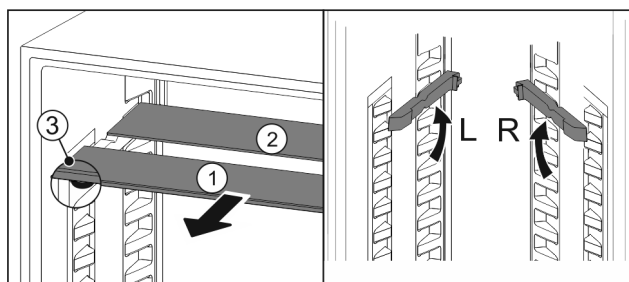

Fig. 99
- ▶ Sortir les tablettes par l'avant Fig. 99 (1).
- ▷ La tablette en verre Fig. 99 (1) avec bordure décorative est située à l'avant.
- ▷ Les butées Fig. 99 (3) sont orientées vers le bas.